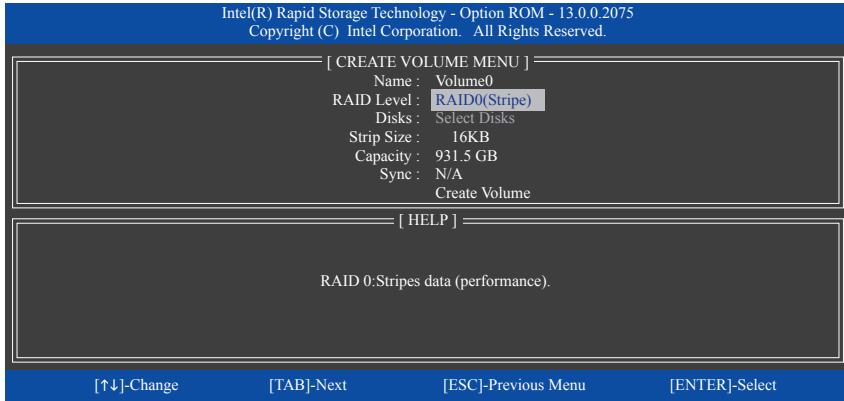

図 11
**CREATE VOLUME MENU** スクリーンに入った後、**Name** の項目で 1~16 文字 (文字に特殊文字を含めることはできません) のボリューム名を入力し、<Enter> を押します。次に、RAID レベルを選択します (図 11)。サポートされる RAID レベルには RAID 0、RAID 1、リカバリ、RAID 10、と RAID 5 が含まれています (使用可能な選択は取り付けられているハードドライブの数によって異なります)。<Enter> を押して続行します。